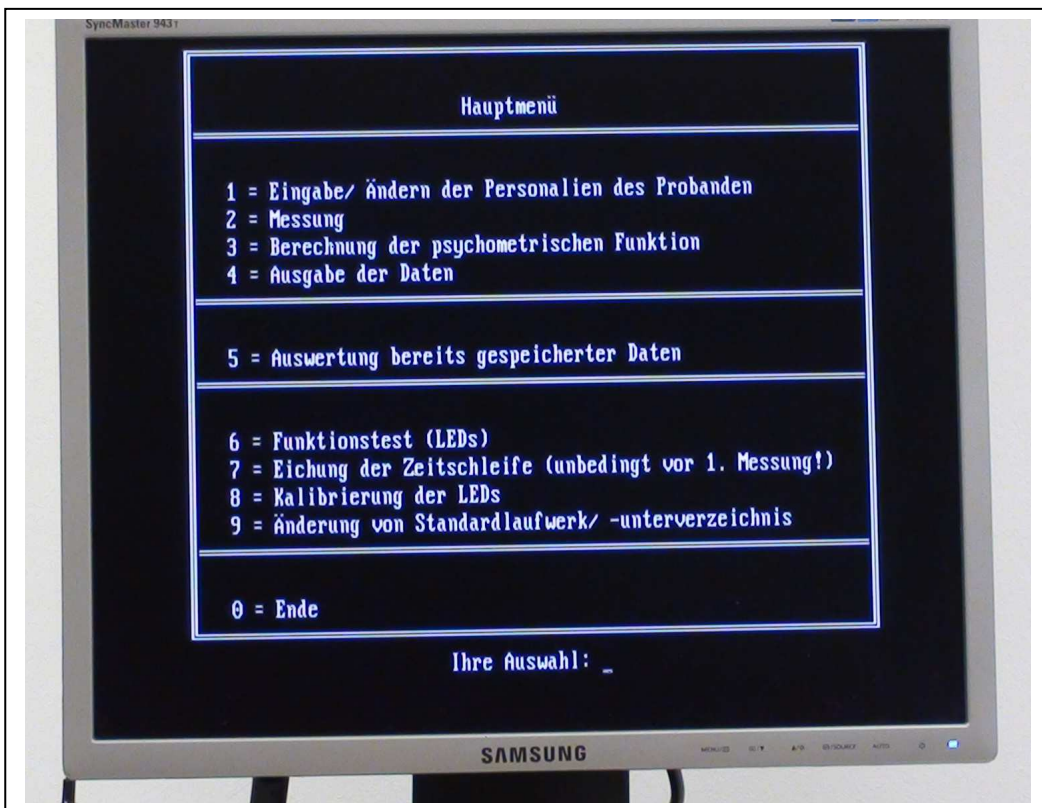

Abbildung 5. Start-Menü des FVF-Messprogramms
Im Anschluss an das Standard-Pfad-Menü erscheint das Hauptmenü (Abbildung 5). Es bestehen die folgenden Wahlmöglichkeiten:
Nach der Beendigung der Messung sollten die Messdaten sofort gespeichert werden. Hierzu stehen unter dem Menüpunkt „4“ drei Optionen zur Verfügung (siehe Abbildung 5):
1. Laden der Daten (Abbildung 5: Menüpunkt „5“ – Auswertung bereits gespeicherter Daten)
2. Berechnung der psychometrischen Funktion (Abbildung 5: Menüpunkt „3“)